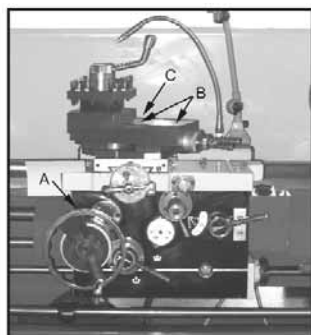

Fig. 7
**5. Slæde:** Smør smørepiplerne (A, Fig. 7) på håndhjulsakslen dagligt med Mobil DTE® Oil Heavy Medium.
**6. Brille til grundholder:** Smør de fire smørepipler (B, Fig. 7) øverst på grundholderslæden dagligt med Mobil DTE® Oil Heavy Medium.
**7. Tværslæde:** Smør smørepiplerne (C, Fig. 7) dagligt med Mobil DTE® Oil Heavy Medium.